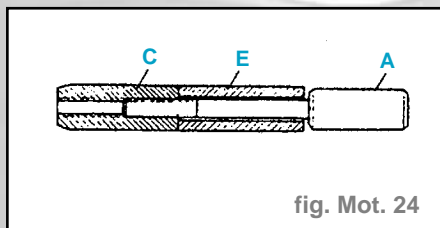

fig. Mot. 24
- Monter l'axe de piston (**E**) sur l'axe de montage (**A**), visser le centreur (**C**) jusqu'au contact et desserrer d'un quart de tour (fig. Mot. 24)